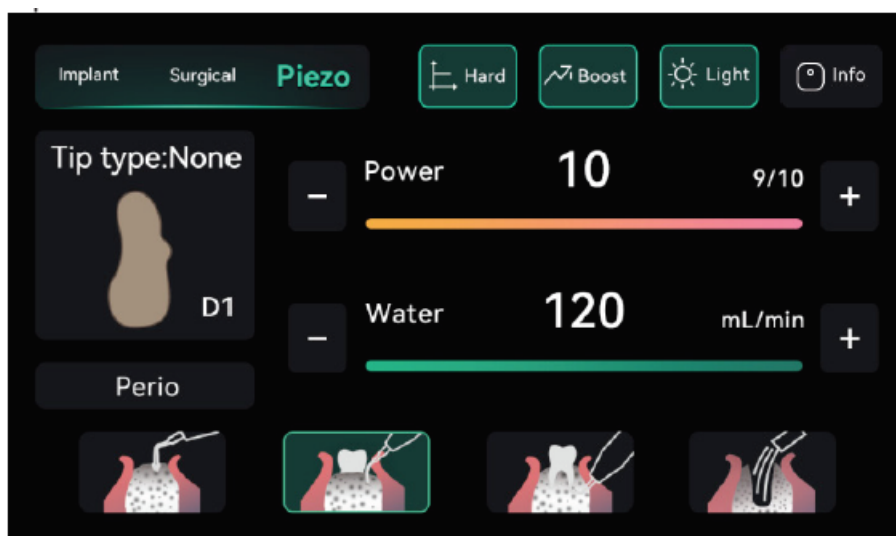

Рис.8
Как показано на Рис.8, при выборе режима «Perio» в зеленой рамке устройство находится в пародонтологическом режиме. В этом режиме функциональные кнопки аналогичны режиму резки кости.
7.1.2.2 Функция Perio (Рис.8)